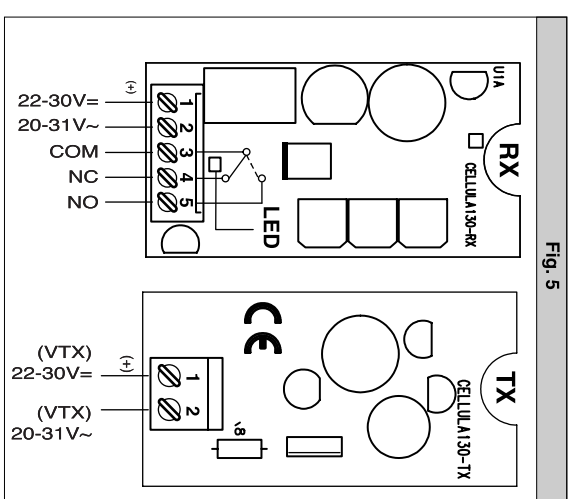

Fig. 5
Correct photocell alignment is achieved when the LED of the RX receiver (fig. 5) lights up and stays on, even after fitting the cover provided with the concentration lens. When an obstacle is present between the RX receiver and TX transmitter, the LED goes off and opens the contact.
#### 4) CONNEXION AU BORNIER (Fig. 5)
L'alignement correct entre les cellules photoélectriques s'obtient lorsque la LED du récepteur RX (fig. 5) s'allume et reste allumée aussi après avoir monté le couvercle doté de verre de concentration. En cas d'obstacle entre récepteur RX et émetteur TX, la led s'éteint et ouvre le contact.
#### 4) ANSCHLUSS AN DIE KLEMMLEISTE (Abb. 5)
Die Fotozellen sind dann korrekt ausgerichtet, wenn die LED des Empfängerleistes RX (Abb. 5) aufleuchtet und auch dann weiterhin leuchtet, wenn die Abdeckung mit einer Konzentrationslinse angebracht wurde. Bei Auftreten eines Hindernisses zwischen Empfänger RX und Sender TX erlischt die LED und der Kontakt wird geöffnet.
**4) CONEXIÓN A LA REGLETA DE CONEXIONES (Fig. 5)**
**4) LIGAÇÃO À PLACA DE BORNES (Fig. 5)**
O alinhamento correcto entre as fotocélulas, obtém-se quando o LED do receptor RX (fig. 5) acende-se e fica aceso mesmo depois de ter-se montado a tampa dotada de lente de concentração. Na presença de obstáculo entre receptor RX e Transmissor TX, o led apaga-se e abre o contacto.